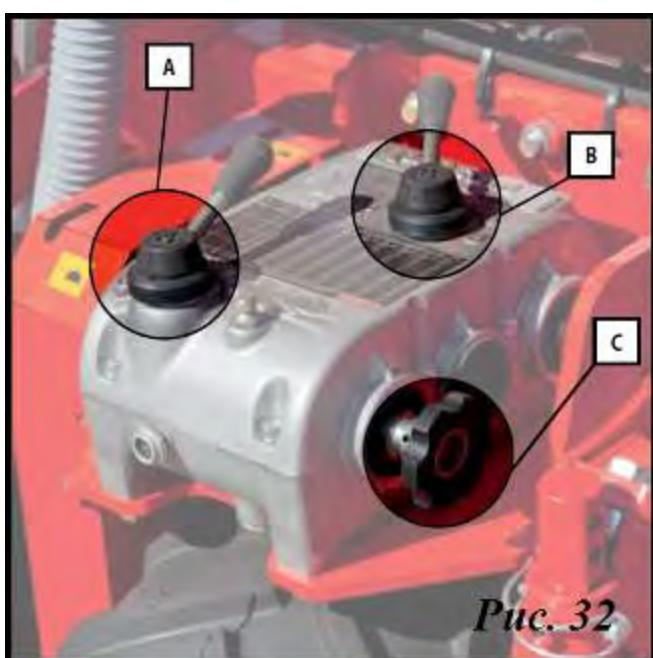

Рис. 32
- 2 – Рукоятку «A» (Рис. 32) повернуть в нужное положение, повернуть маховичик (C) вперед до включения нужной передачи. Также для этого можно ногой крутить вперед ведущее колесо. Повторить эти действия для рукоятки «B».